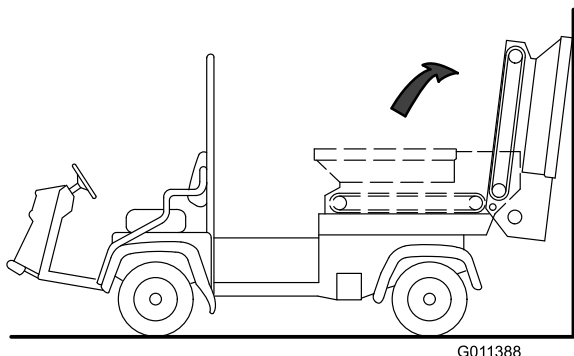

Figura 33
5. Incline a tremonha para trás e encoste-a contra a parede, escada, etc. Não permita que a tremonha descansa contra a traseira da máquina pois podem resultar danos nos acopladores hidráulicos e na escova (Figura 33).
Importante: Certifique-se de que a tremonha é inclinada para além do centro e/ou fixe à parede ou coloque-a para prevenir que caia acidentalmente na área de trabalho (Figura 33).